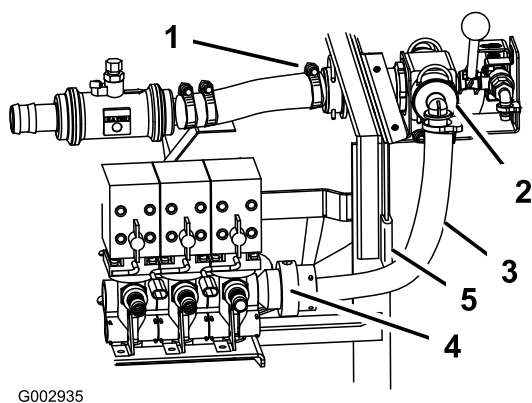

Figura 29
3. Collegate il raccordo montato nel flessibile di alimentazione della barra al gruppo valvola di comando, fissandolo con l'ancoraggio tolto in precedenza (Figura 29).
- Montate il gruppo valvola di comando sulla staffa di montaggio della scatola di comando (Figura 29) utilizzando 2 bulloni a testa flangiata (1/4 x 3/4 pollice) ma senza serrare gli elementi di fissaggio.
- Montate il gruppo valvola a sfera piccola sulla staffa di montaggio della scatola di comando (Figura 29) utilizzando 2 bulloni a testa flangiata (1/4 x 3/4 pollici) e 2 dadi flangiati (1/4 pollice) ma senza serrare gli elementi di fissaggio.
- Allineate gli assi delle leve su ciascuna valvola, e le valvole (Figura 29). All'occorrenza, perché tutto sia inserito correttamente, allentate le fascette stringitubo che fissano il flussometro alla macchina.
- Collegate il raccordo sul flessibile grande del gruppo valvola di comando al raccordo sul lato destro delle valvole di alimentazione della barra (Figura 29).
- Scollegate il flessibile grande dalla valvola di comando, e guardate all'interno della valvola (Figura 29). Dovreste vedere un'apertura ricurva verso l'alto nella sfera di controllo. In caso contrario, girate la sfera finché l'apertura non è chiaramente visibile, ricurva verso l'alto.
- Collegate il flessibile grande alla valvola di comando (Figura 29).
- Collocate il trim in gomma sopra il bordo del telaio per proteggere il flessibile (Figura 29).